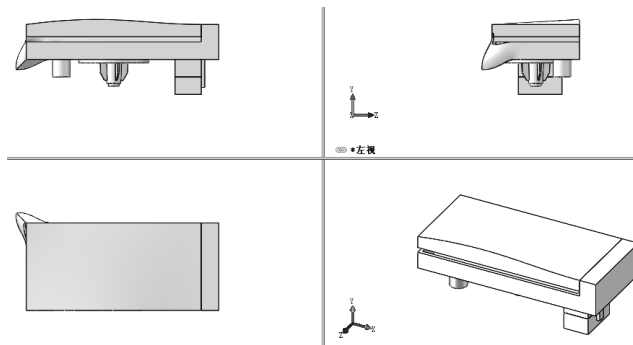

图 1-69 四视图
-  【四视图】：以单一和第三角度投影显示零件模型，如图 1-69 所示。